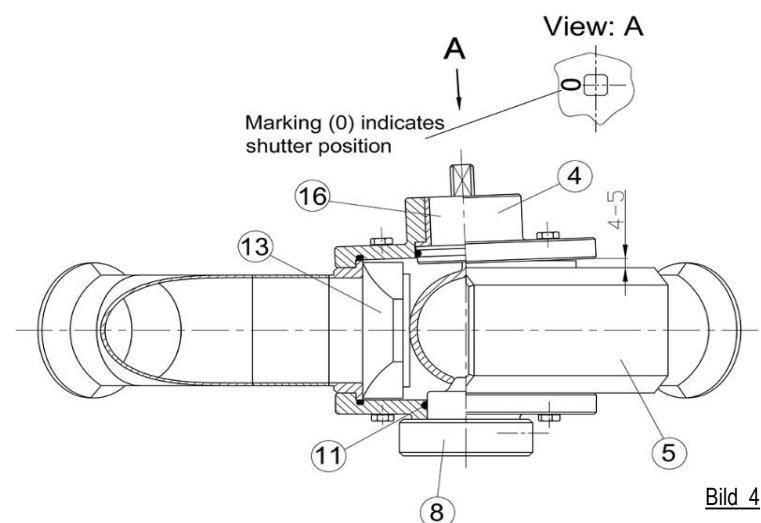

Bild 4
- Einsetzen der Lagerbuchse (15) in den Ventildeckel (4).
- Einsetzen der O-Ringe (11), (12) und (14).
- Ventiltboden (6) am Ventilkörper (5) fixieren, Befestigungsschrauben (3) ansetzen und anziehen.
- Zusammenfügen der Ventilspindel mit Federbogen (16) und des Ventildeckels (4). Die Markierung (0) am Vierkant der Ventilspindel (16) beachten --> zeigt die Position des Schließers (13) an.
- Einsetzen des Schließers (13) in den Ventilkörper (5).
- Montage der Ventilspindel mit Federbogen (16) zusammen mit dem Ventildeckel (4) an den Ventilkörper (5) wie folgt:
- Der Federbogen der Ventilspindel (16) ist so ausgelegt, dass er auf den Schließer (13) bei der Montage einen definierten Druck ausübt. Hierbei steht der Ventildeckel (4) aufgrund der Federvorspannungscharakteristik auf der gegenüberliegenden Seite des Schließers (13) ca. 4-5mm vom Ventilkörper (5) nach oben ab (siehe Bild 4).
- Um den Schließer (13) nicht zu beschädigen darf er beim Einbau in den Ventilkörper (5) nicht gegen einen Ventilausgang gesetzt werden, sondern muss zur Rückwand zeigen.**
- Fixieren des Handhebels (1) in seiner gewünschten Position.